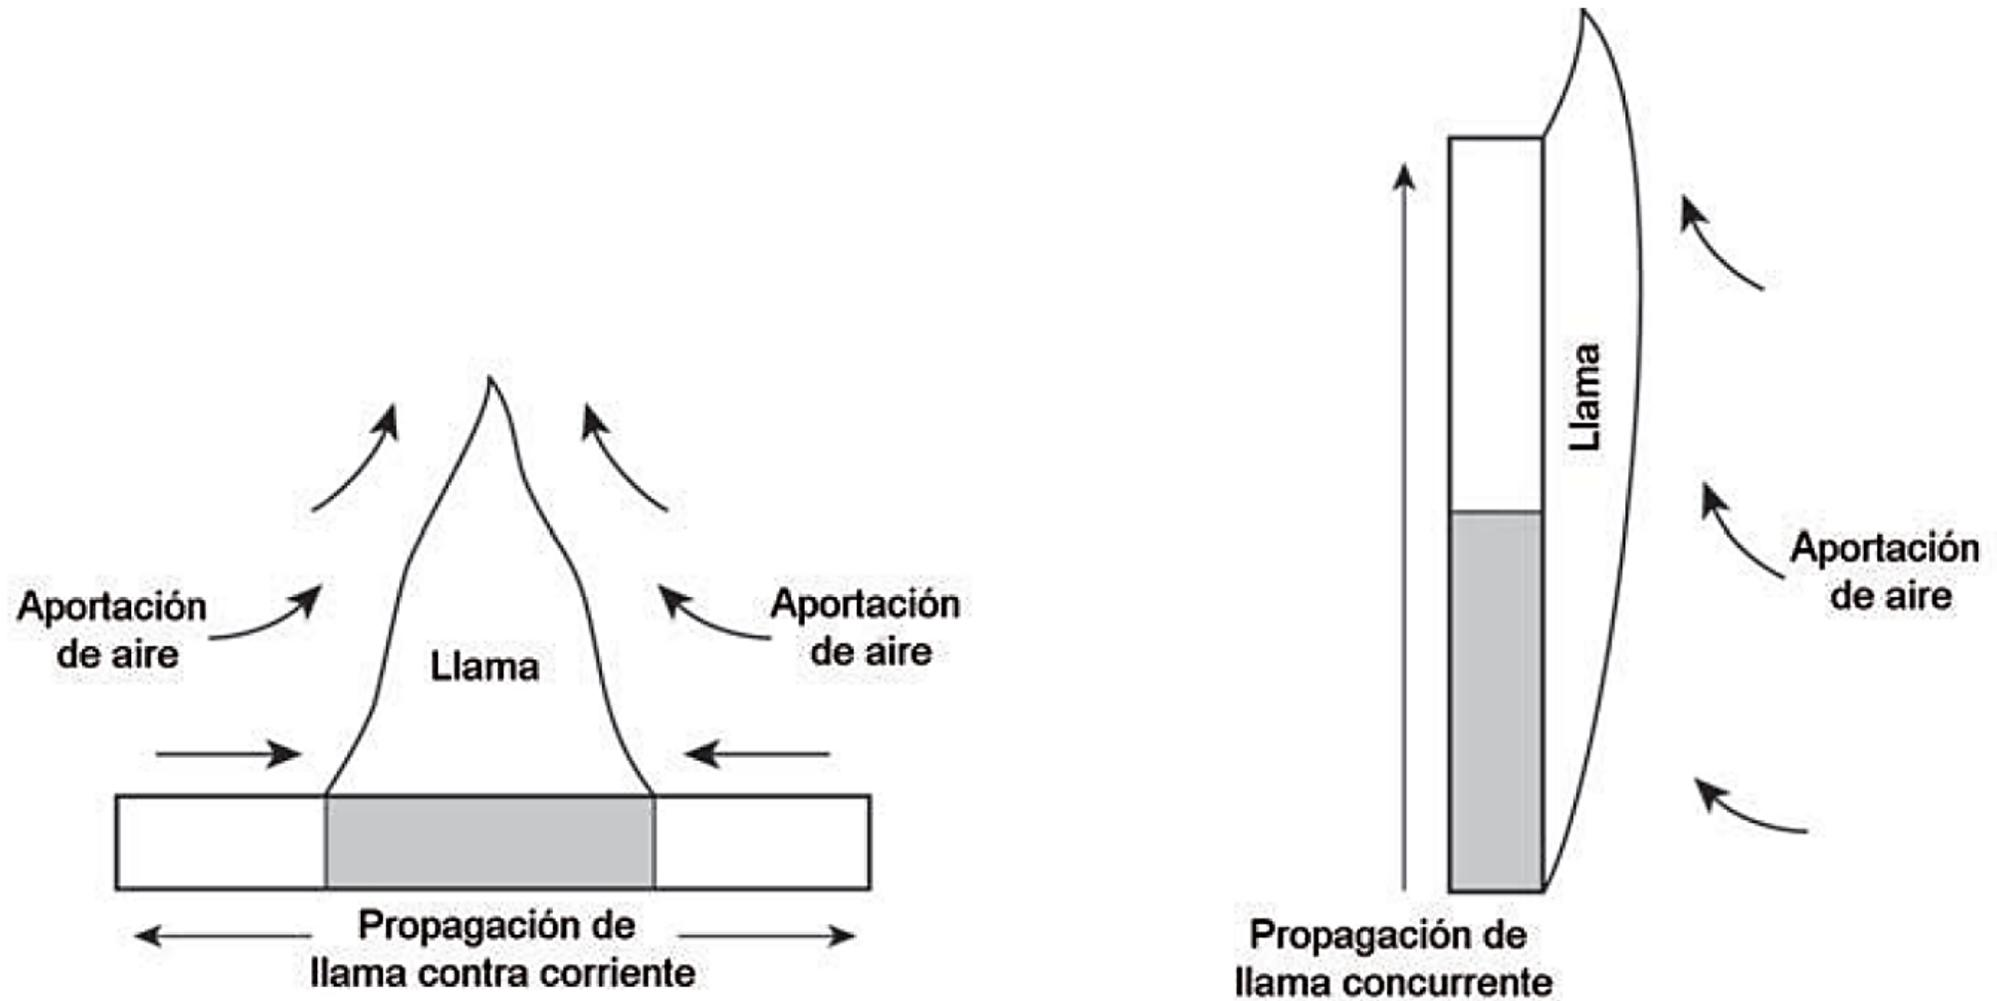

FIGURA 5.8.1 Ejemplos de Propagación de la Llama Contracorriente y Concordante. [Fuente: Beyler y DiNenno (1994).]
5.8.1.1 Propagación a contracorriente de la Llama. La propagación de la llama a contracorriente o a contraflujo se produce cuando la llama se extiende en una dirección opuesta al flujo de gas. Por ejemplo, la propagación lateral sobre una superficie horizontal (Figura 5.8.1) o la propagación descendiente en una superficie vertical. En general, este tipo de propagación es lenta debido a las limitaciones para calentar el combustible por delante del frente de llama.
Inclinadas. En la Figura 5.8.1.3 se representa el flujo a contracorriente y concordante en superficies con diversas inclinaciones. Los incendios sobre superficies con pendiente, tales como rampas y paredes combustibles inclinadas o escaleras, demuestran los efectos de la propagación de las llamas en dirección concordante al flujo (ver Figura 5.8.1.3). La mayoría de estas construcciones en rampa o escaleras poseen una inclinación entre 30 a 50 grados respecto a la horizontal. La propagación del incendio en pendiente es un efecto combinado entre el precalentamiento de la superficie combustible encima de la llama, por los mecanismos de conducción, convección y radiación, y el efecto radiante que aumenta exponencialmente sobre dicha superficie por la entrada de aire.
FIGURA 5.8.1.3 Interacción entre la Llama y el Combustible en la Propagación a Diferentes Ángulos de Inclinación. A Contracorriente: -90 grados, -45 grados, 0 grados; Flujo Concordante: +45 grados +90 grados.